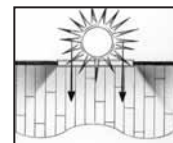

Figura 2
- Decida cuál será la dirección de la instalación del piso en la habitación. Los tablones instalados en posición paralela a las ventanas acentúan el piso. Los pisos se deben instalar en posición perpendicular a las vigas del piso. Endurezca las bases según se requiera para impedir un movimiento vertical. (Figura 2)